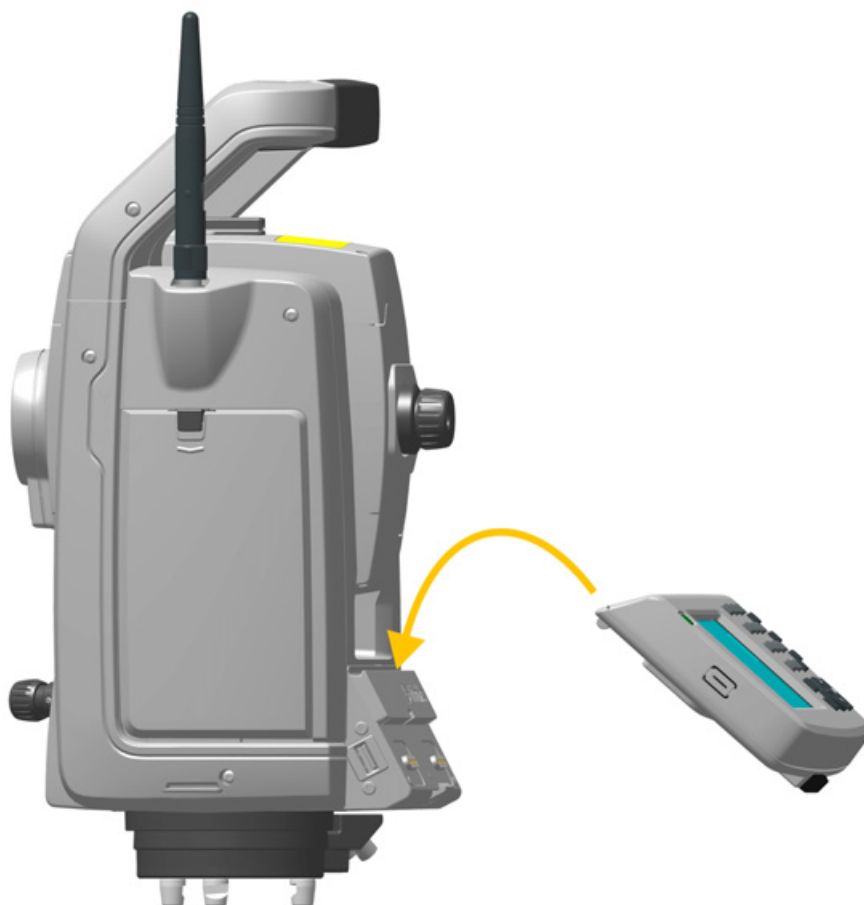

Рисунок 4.12. Установка TCU на инструмент
1. Закрепите верхнюю часть TCU на верхнем крае держателя контроллера, рис. 4.12.